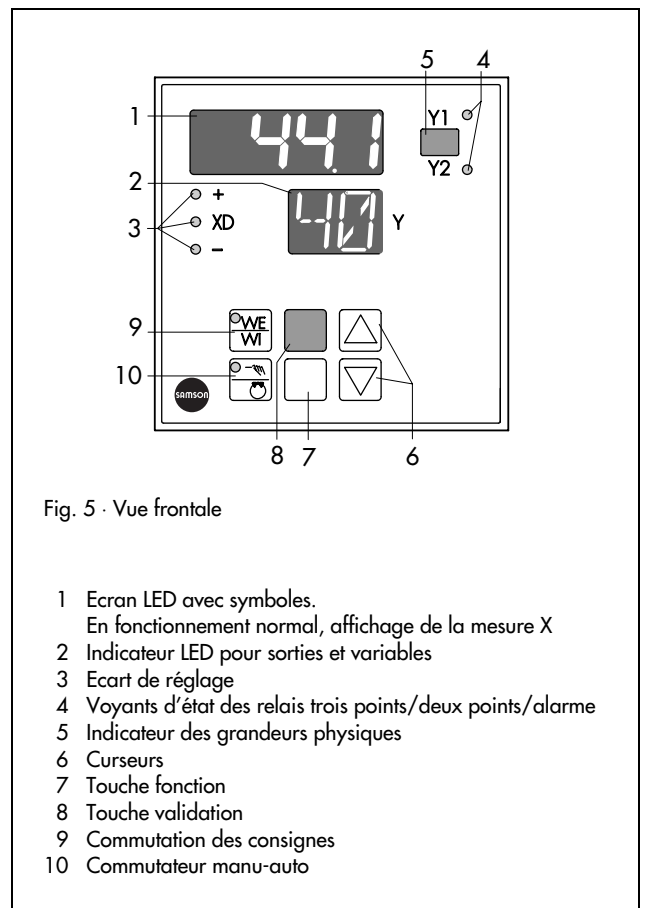

Fig. 5 · Vue frontale
Pour le raccordement du transmetteur (1) en technique 2 fils (fig. 4), le régulateur est prévu avec une alimentation interne en tension de +24 V / max.30 mA (fig. 5). Le régulateur (2) reçoit un signal courant continu de 4 à 20 mA. Une liaison interne (4) a lieu entre les pôles moins.
La commutation consigne interne/consigne externe a lieu soit par la touche 9 (fig. 5), soit par un signal externe passant par les bornes 12 et 5 (voir schéma de raccordement).
## Manipulation (fig. 5)